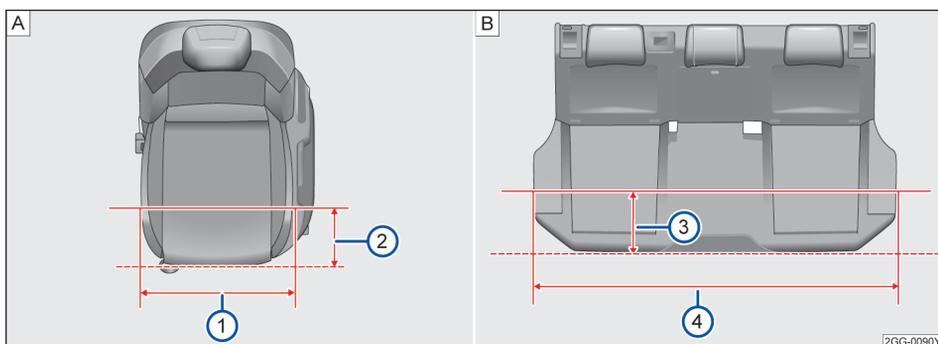

图 74 座椅座宽
如图→图 74[A] 在距离前排座椅边缘 200mm 时→图 74[A]②，前排座椅座垫宽度为 488mm→图 74[A]①。
如图→图 74[B] 在距离后排座椅边缘 200mm 时→图 74[B]③，后排座椅座垫宽度为 1283mm→图 74[B]④。